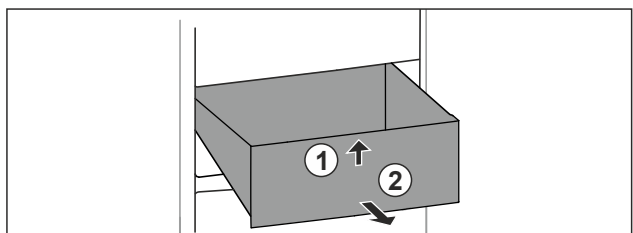

Fig. 91
- Nadvihnite zásuvku vpredu. Fig. 91 (1)
- Odoberte zásuvku dopredu. Fig. 91 (2)